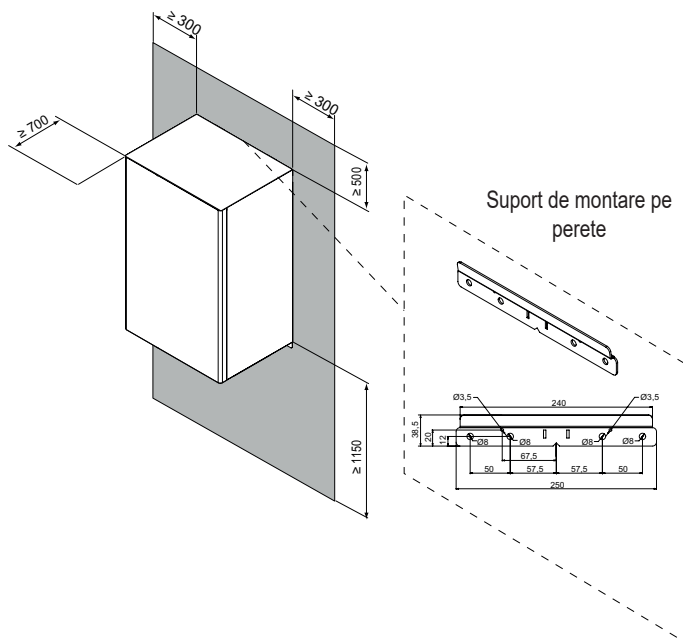

fig. 12 - zonă de exploatare minimă, pentru unitatea internă
- Spațiul de jur-împrejurul unității să permită efectuarea operațiunilor de întreținere; consultați fig. 12.